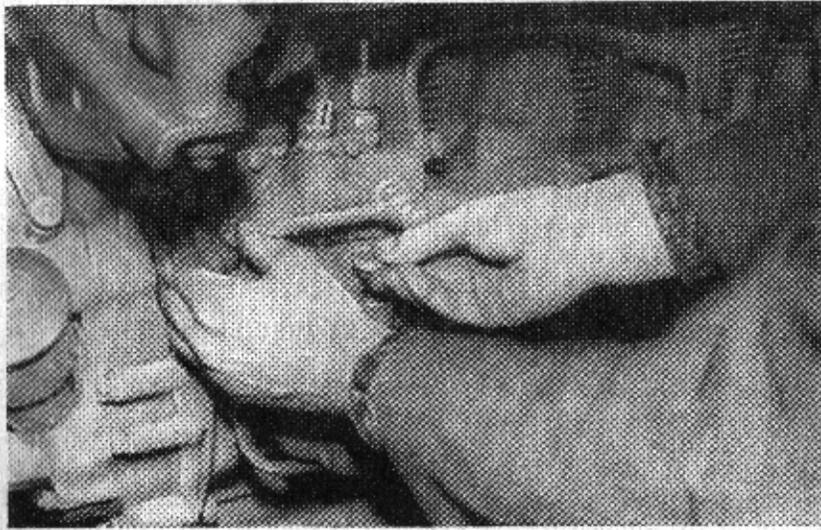

Fig. 9. Evacuation de l'air de la tête de pompe d'injection
1. S'assurer que le système d'alimentation soit bien rempli en mettant en marche la pompe d'alimentation (fig. 9). Éliminer au préalable l'air de la tête de la pompe d'injection en dévissant le boulon avant supérieur 1. L'évacuation de l'air du système d'alimentation se fait d'une manière automatique, c'est pourquoi le pompage n'est pas obligatoire quand on est sûr de l'étanchéité absolue du système.